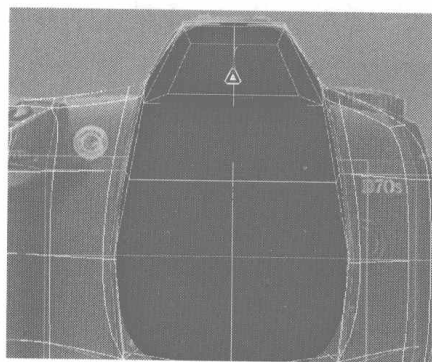

图 6.37
- 25** 在 Front 视图将选择的面用缩放工具进行平行缩放，并将其向上移动少许，如图 6.37 所示。